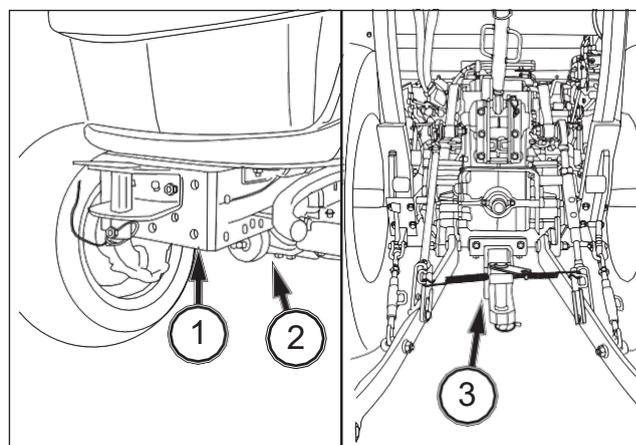

FIG. 83
FIG. 83: Cuando levanta el eje delantero, coloque el gato bajo la parte delantera del soporte (1) o bajo el cárter de puente (2). Para levantar el eje trasero, coloque el gato bajo el soporte de la barra de tracción (3).